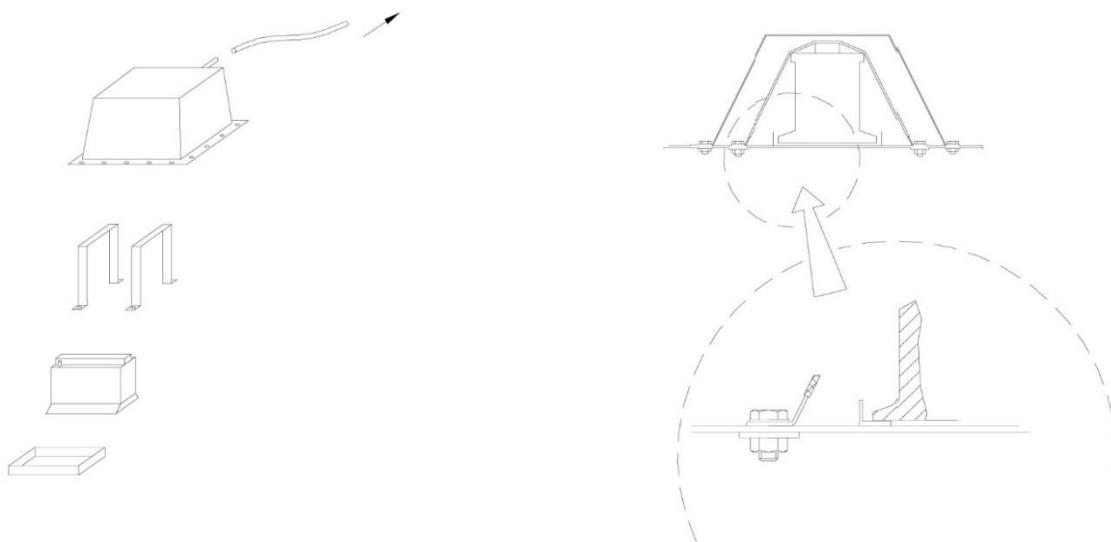

Рис. 3
9.11.2. В случае переноса аккумуляторной батареи (АКБ) из оригинального места размещения в другое, она должна либо находиться в багажнике, отделённом от салона (от места Пилота и пассажира) сплошной металлической перегородкой, либо быть закрыта таким образом, чтобы избежать короткого замыкания либо утечек электролита. В любом из вариантов она должна быть прикреплена к кузову с использованием металлического гнезда и двух металлических хомутов с изолированным покрытием, прикреплённых к основанию болтами и гайками (Рис. 3). Для крепления данных хомутов должны быть использованы болты диаметром не менее 10 мм, под каждым болтом должна размещаться контршайба толщиной не менее 3 мм, покрывающая не менее 20 см² площади кузова. АКБ (кроме батарей сухого и гелевого типа), расположенная в едином объёме с салоном (местом Пилота и пассажира), должна быть закрыта кожухом / коробом, предохраняющим от утечек и закреплённым независимо от типа АКБ.